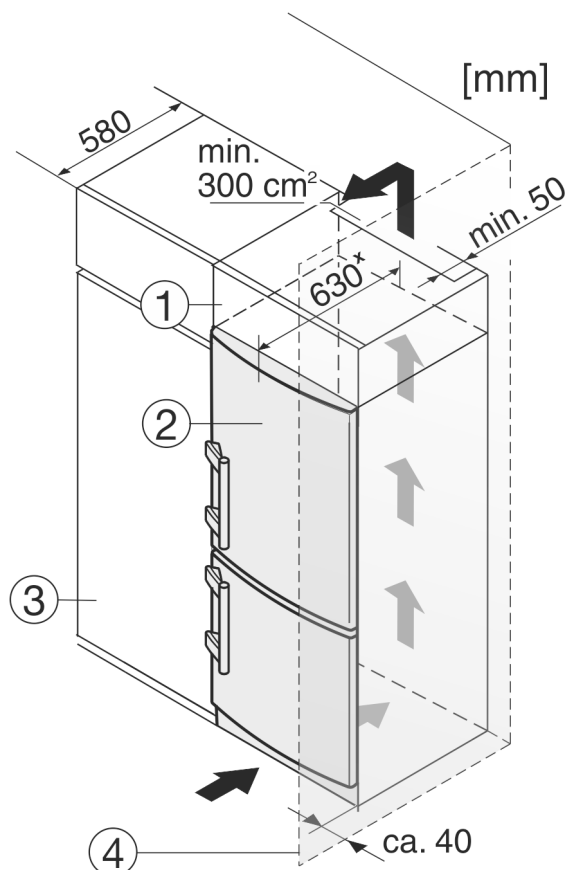

Fig. 9
- (1) Nástavbová skříň
- (2) Spotřebič
- (3) Kuchyňská skříň
- (4) Stěna
Zařízení lze zabudovat do vybavení kuchyně. K vyrovnání přístroje Fig. 9 (2) na výšku kuchyňské linky lze na přístroj nasadit odpovídající nástavec Fig. 9 (1).
Při montáži do kuchyňských skříní (hloubka max. 580 mm) lze přístroj instalovat hned vedle kuchyňské skříně Fig. 9 (3). Přístroj přesahuje přední stěnu kuchyňské skříně na stranách o 34 mm* a uprostřed o 50 mm*.
Když se přístroj instaluje závěsy vedle stěny Fig. 9 (4), musí být vzdálenost přístroje od stěny alespoň 40 mm. To odpovídá přesahu madla při otevřených dveřích.